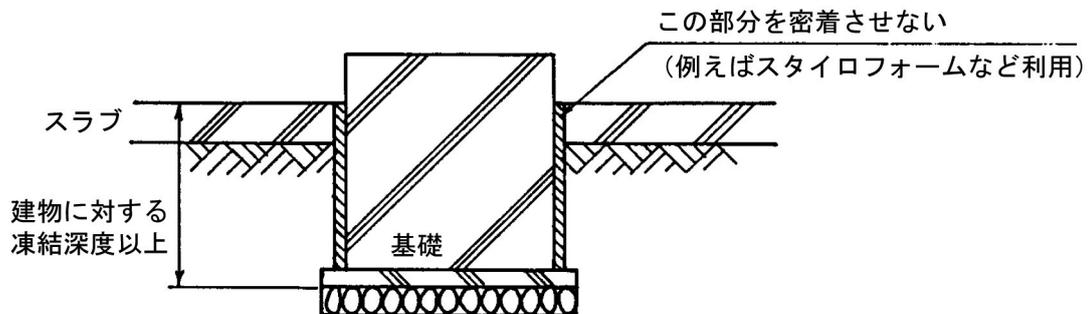

図10 基礎の凍結防止(コンクリート土間が凍上するおそれのある場合)
- ① 屋外の基礎表面のモルタル仕上げは、アンカーからの水の侵入による凍害のおそれがあるので、原則として行わない。
- ② 極寒期のコンクリート打設はさけ、打設するときは温水練り早強コンクリートとし、打設後の保温養生を行う。
- ③ 冬期工事を中断する場合で、コンクリート土間が凍上するおそれのあるときには、図10に示すように基礎と土間との縁を切る。